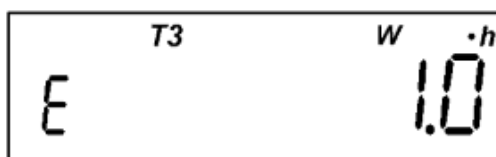

Рисунок 4.11
- количество потребленной активной энергии (отображаются мнемоникой " $W \cdot h$ " Рисунок 4.11):